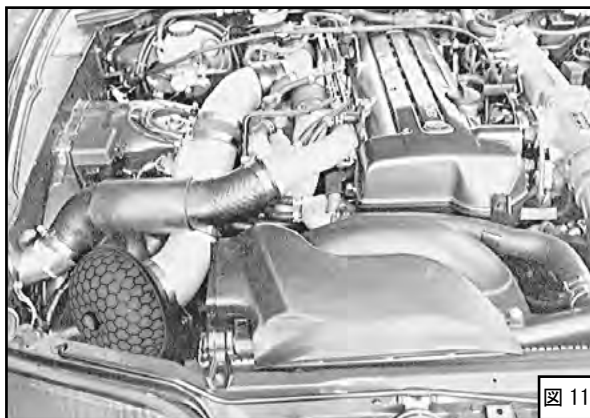

図 11
- (7) パワーフロー本体がボディなどと干渉しないように位置を決めてください。位置が決まったら、ホースバンド・ボルトを固定してください。この時ホースバンド・ボルトを締めすぎないようにしてください。(図11)